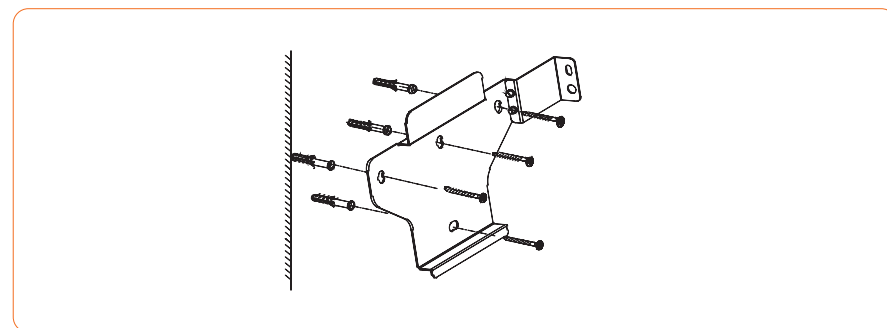

Abbildung 4-11 Befestigen der Wandhalterung
④ Stecken Sie die Dübel die Löcher und ziehen Sie sie fest, dann befestigen Sie die Halterung mit einem Kreuzschraubendreher an der Wand, wie in Abbildung 4-11 gezeigt: